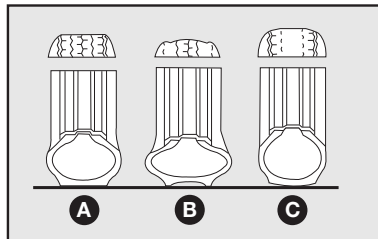

fig. 21
**Uma pressão errada provoca um desgaste anormal dos pneus fig. 21.**